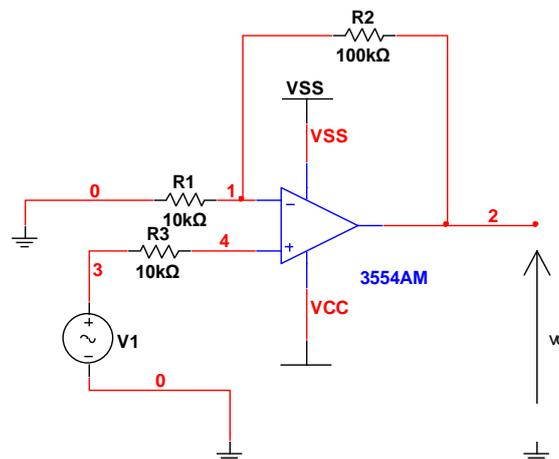

Figura 1. Estudo da entrada não-inversora.
1.1 . Montar o circuito mostrado na figura 1.